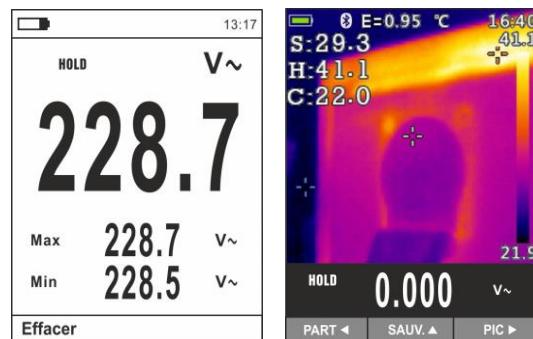

Fig. 19 Suppression et partage des images ouvertes
28. Appuyer sur la touche **HOLD/REL** sur l'image rappelée. L'écran de la Fig. 19 - partie gauche s'affiche
30. Avec une image fixe sur l'écran utiliser la touche fléchée **◀** pour sélectionner l'option «Part» (disponible uniquement pour les captures d'écran d'images IR pour HT9025T) (voir Fig. 19 - partie droite) de manière à partager l'image sur dispositif mobile à travers l'APP HTMercury et une connexion Bluetooth (voir § Fig. 19 – partie droite) de manière à partager l'image sur dispositif mobile à travers l'APP HTMercury et une connexion Bluetooth (voir § 5.15)